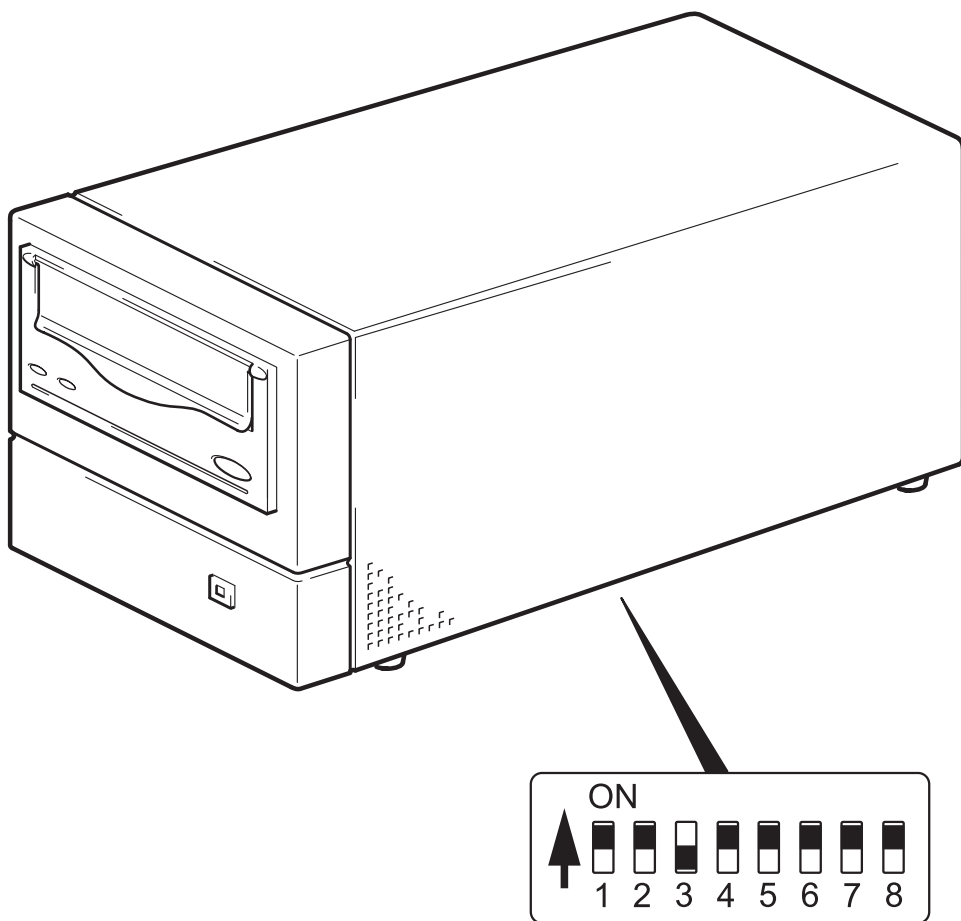

Figura 4: impostazione degli switch di configurazione UNIX
- 2 Se la configurazione UNIX lo richiede, modificare gli switch di configurazione posizionati nella parte inferiore dell'unità a nastro rispetto alle impostazioni predefinite illustrate nella figura 4.